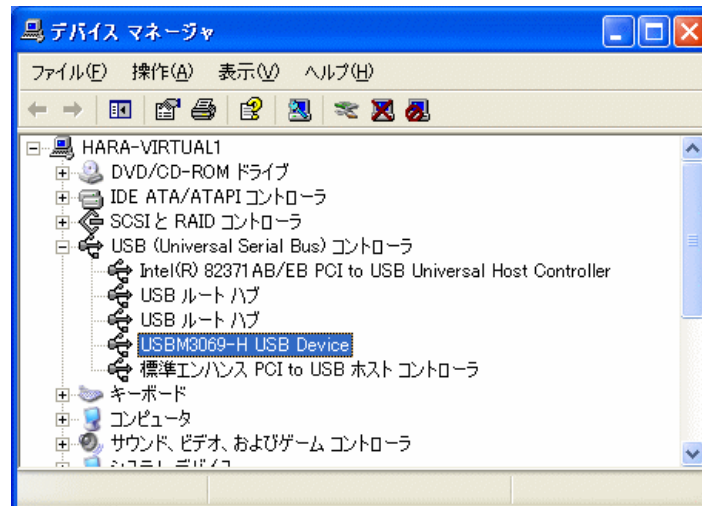

図 15 Windows XP のドライバインストール確認
- ⑥ 図 15 のように「デバイス マネージャ」の画面に「USBM3069-H USB Device」と表示されれば、ドライバが正しくインストールされています。